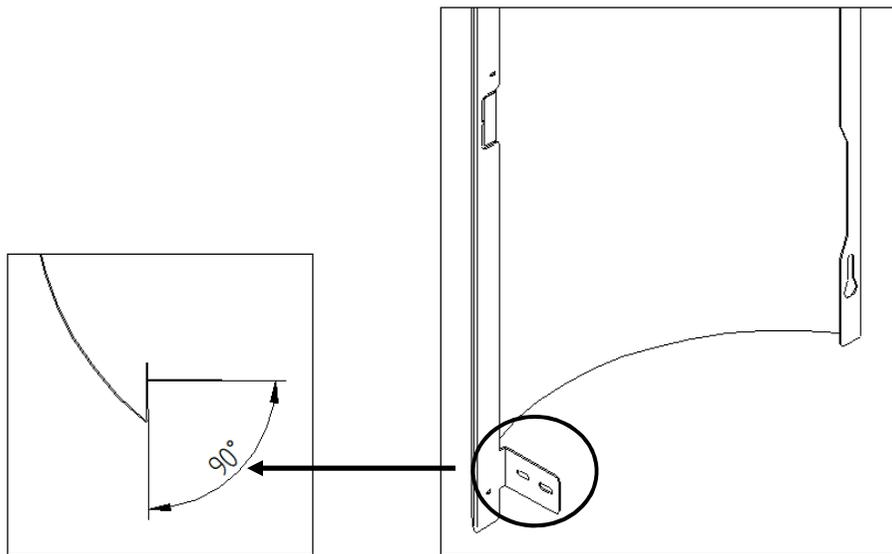

Figure 39 - Angle languette inférieure
- e) Ensuite, pour enboîter les capots latéraux, pliez d'abord la languette comme indiqué sur la Figure 39 pour vous assurer qu'elle fait un angle inférieur à 90 °.